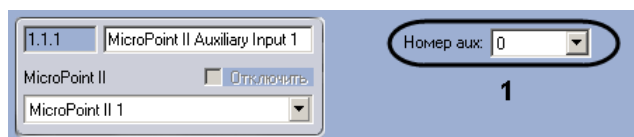

Рис. 3.5—6 Настройка входа *MicroPoint II*
2. Из раскрывающегося списка **Номер аух** выбрать номер входа (см. Рис. 3.5—6, 1).